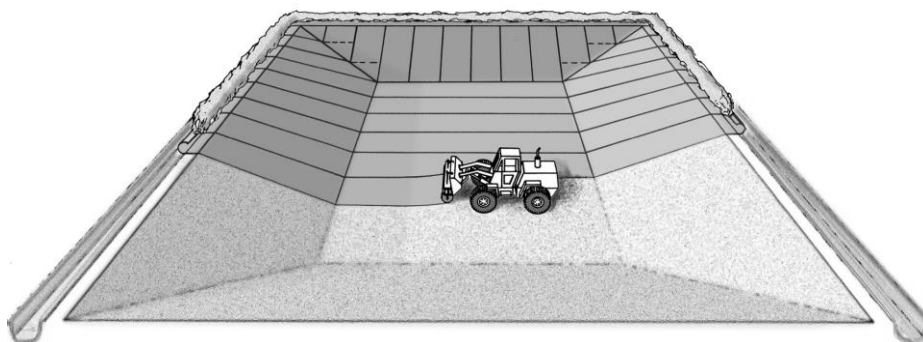

Bild 3. Exempel på utrullning
5.4 Bentomat® ska placeras så att överlappet ligger i lutningen enligt bild 3. Ändsömmen ska placeras minst 1 meter från krönet på lutningar brantare än 1:4